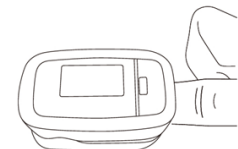

Figura 5. Poner el dedo en posición
- C. Deje que el dedo del paciente se coloque en los cojines de goma del clip (asegúrese de que el dedo esté en la posición correcta), y luego recorte el dedo, como se muestra en la figura 5.